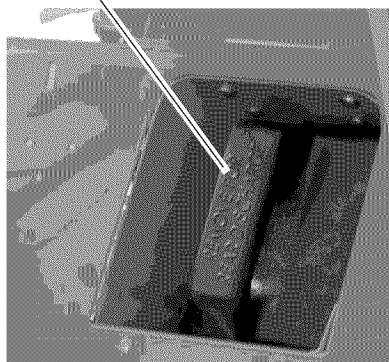

Figura 11
2. Extraiga el tapón del Mulchmaster (Figura 11).
3. Instale el tapón Mulchmaster (Figura 11).